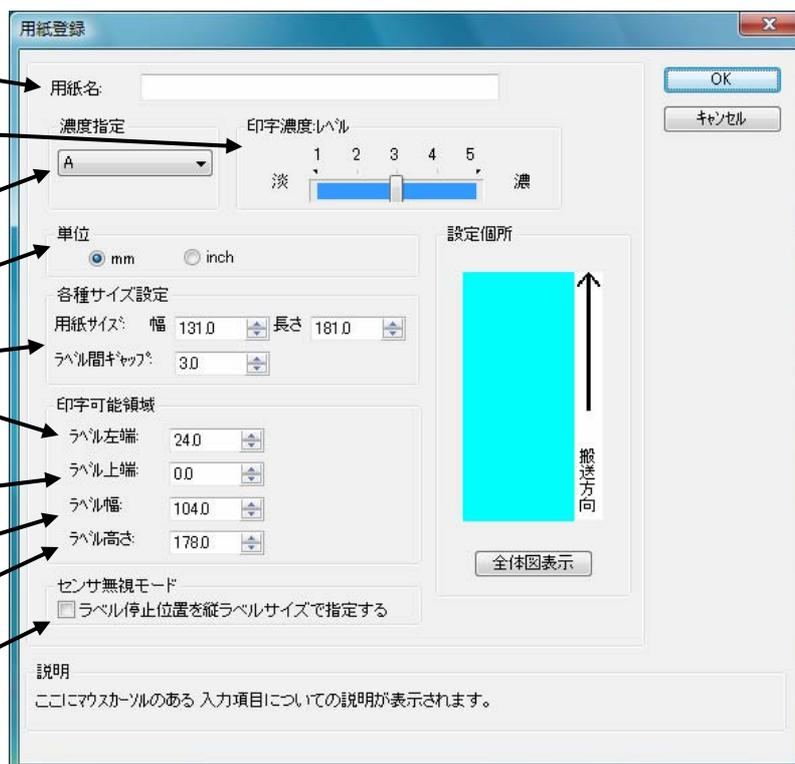

図 1.4.2. 「用紙登録」画面
(1) 使用する用紙を選択します。使用する用紙が登録されていない場合は(5)「用紙登録」により登録してください。
(2) 用紙搬送方向に対する印刷方向を設定します。
(3) 印字エリア外の基点を補正します。通常は0です。
(4) 各仕様のプリンタにおける、用紙搬送量を補正します。
(5) 「用紙登録」ボタンをクリックすることにより、図 1.4.2 に示す「用紙登録」画面が表示されます。「用紙編集」をクリックした場合は「用紙名」に表示されている用紙の編集になるだけで、設定内容は同じです。
(6) チェックしておくことにより、「用紙登録」を選択した際の初期値に、「用紙名」に表示されている用紙の設定値を適用します（フリーサイズの設定値は適用できません）。